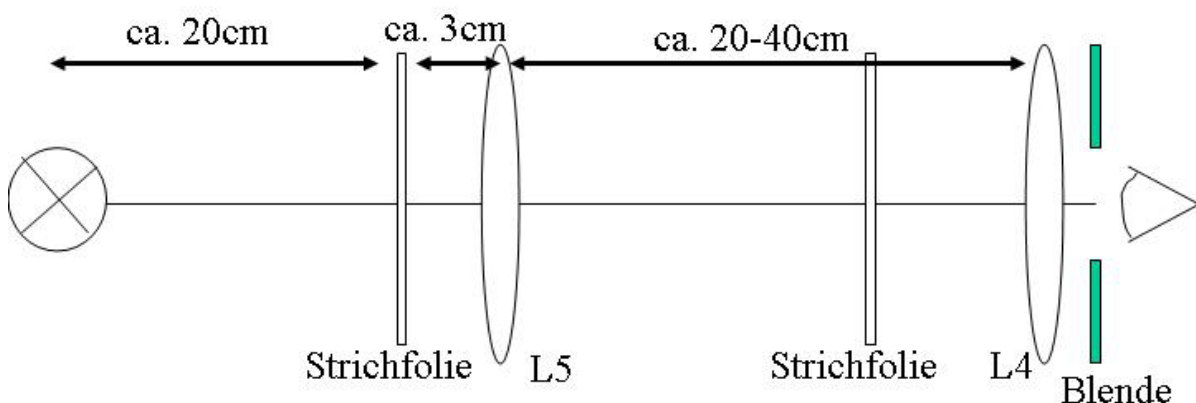

Abb. 2: Mikroskop: Versuchsaufbau zur Bestimmung der Vergrößerung eines Objektivs
Bauen Sie ein Mikroskop nach Abb. 2 auf! Beginnen Sie mit dem Aufbau an einem Ende der Schiene, nicht mittendrin. (Wählen Sie dazu als Abstand zwischen Objektiv und Okular einen Wert zwischen 20 und 40 cm.) Bestimmen Sie die Vergrößerung des Objektivs durch Vergleich identischer Strichfolien in der Objektebene (auf Dia-Halter) und der Bildebene des Objektivs! Verschieben Sie dazu das Objektiv bis Sie ein scharfes Bild des ersten Gitters erhalten, danach verschieben Sie das zweite Gitter bis Sie beide Gitter gleichzeitig scharf sehen. Jetzt steht das zweite Gitter am Ort des realen Zwischenbildes des ersten Gitters. Vergleichen Sie den gemessenen Wert mit dem erwarteten Wert (bei Berechnung über Brenn- und Bildweite).
- aus den Verhältnissen der Gitterkonstanten der drei Gitterbereiche (s. Abb. 2), die unter dem Mikroskop (siehe M-1) ausgezählt werden können und aus